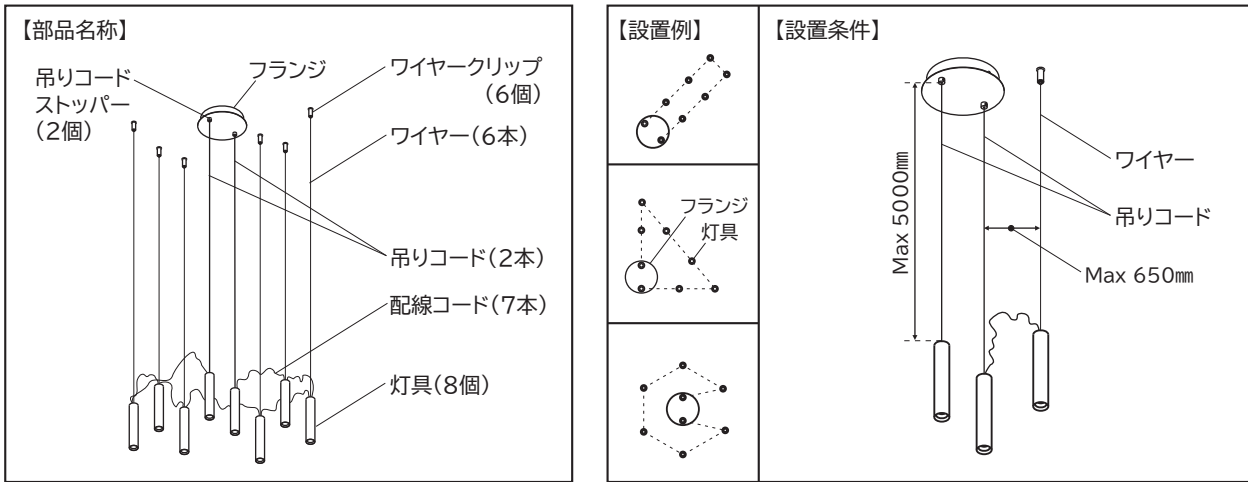

図1
1. 天井に切込穴を開ける。(図1参照)
2. 専用電源を設置する。(図1参照)